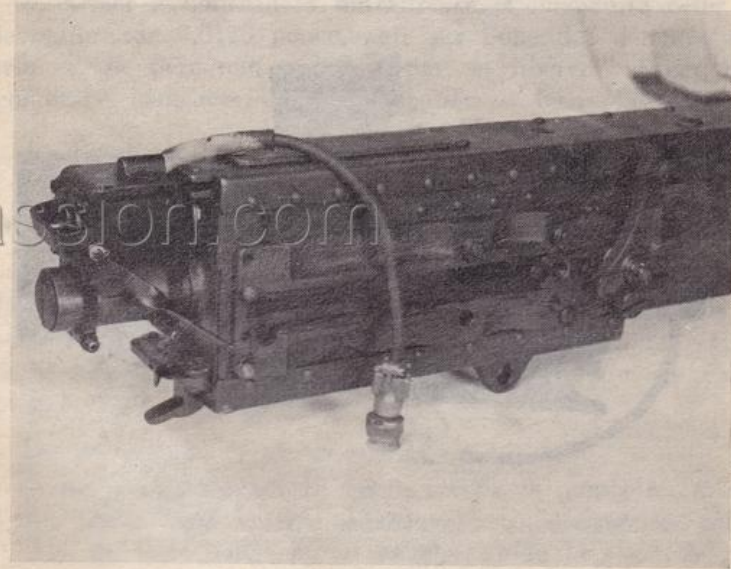

Figure 15. — Commande de détente électrique ALKAN en 24 V.
- par une commande de détente électrique « ALKAN » D.A.E. type 12.7 CM (fig. 15) de fabrication française qui diffère légèrement du modèle américain.
- solénoïde de fabrication française appelé « commande de détente électrique ALKAN » (fig. 15) en 24 volts;